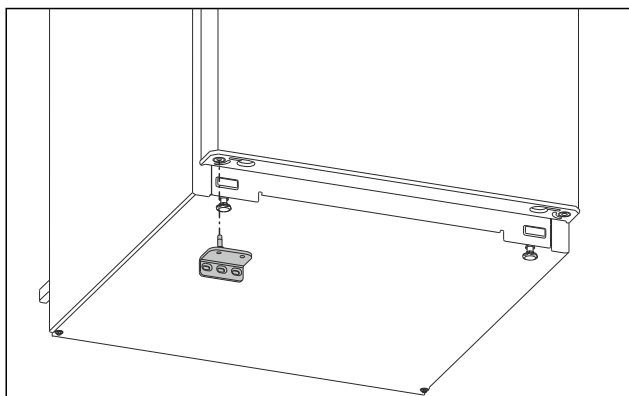

Fig. 14
- Vložte spodní stojan ložiska na opačné straně. (viz Fig. 14)